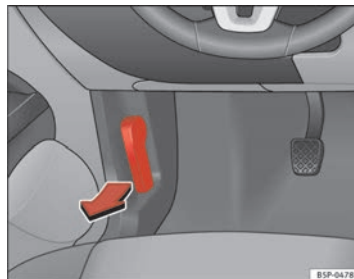

Abb. 161 Ausschnitt aus dem Fußraum auf der Fahrerseite: Entriegelungshebel für die Motorraumklappe
- Ziehen Sie den Hebel unter der Instrumententafel ⇒ Seite 237, Abb. 161 in Pfeilrichtung. Die Motorraumklappe wird durch Federwirkung entriegelt ⇒ .